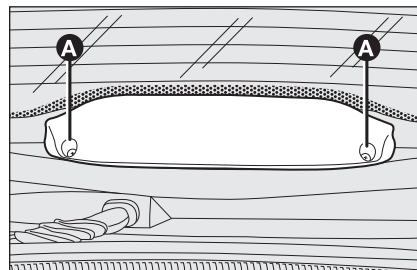

fig. 37
- ☐ afloje los dos tornillos de fijación **A-fig. 37** y saque el revestimiento completo;